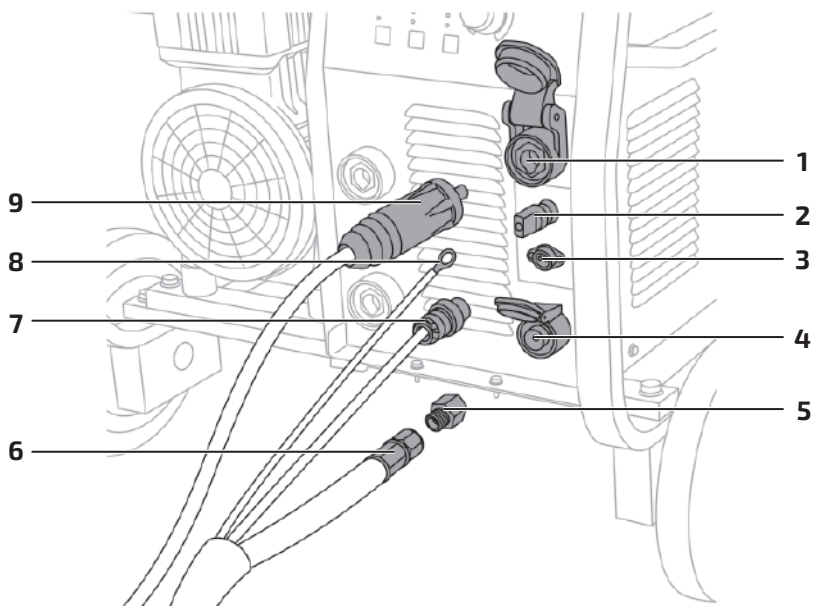

Рис. 7.5.2. Подключение ручного и автоматического плазмотрона.
5. Подключите резьбовой разъем плазмотрона к разъему аппарата на передней панели, если у вас плазмотрон, поставляемый в комплекте с аппаратом (см. рис. 7.5.2). **Плазмотрон из ассортимента ГК «СВАРОГ» подключается через резьбовой переходник ¼ (внеш.) – М16х1,5 (внут.) IZT5683.**
4. Подключите резьбовой разъем плазмотрона к разъему аппарата на передней панели (см. рис. 7.5.2), если у вас плазмотрон, поставляемый в комплекте с аппаратом. **Плазмотрон из ассортимента ГК «СВАРОГ» подключается через резьбовой переходник ¼ (внеш.) – М16х1,5 (внут.) IZT5683.**